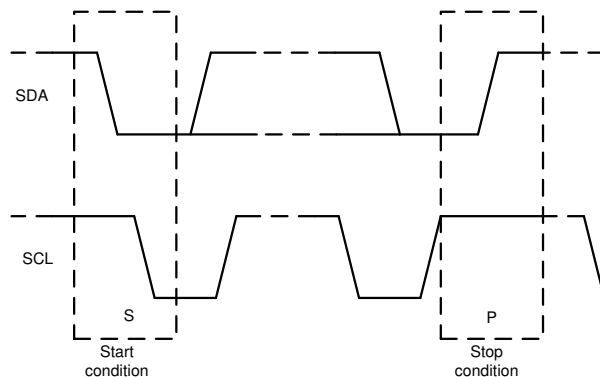

図 6-21. START 条件と STOP 条件
1. コントローラは、スタート条件を生成することで、データ転送を開始します。図 6-21 で示されているように、SCL がハイの状態では SDA ラインにハイからローへの遷移が発生すると、スタート条件となります。すべての I²C 互換デバイスは、スタート条件を認識します。
4. データ転送の終了を通知するために、図 6-21 に示されているように、コントローラは SCL ラインがハイの状態では SDA ラインをローからハイに引き上げることでストップ条件を生成します。このアクションによってバスが解放され、アドレス指定されたターゲットとの通信リンクが停止します。すべての I²C 互換デバイスが、ストップ条件を認識します。ストップ条件の受信によって、バスは解放され、すべてのターゲットデバイスはスタート条件および一致するアドレスが送信されるのを待ちます。